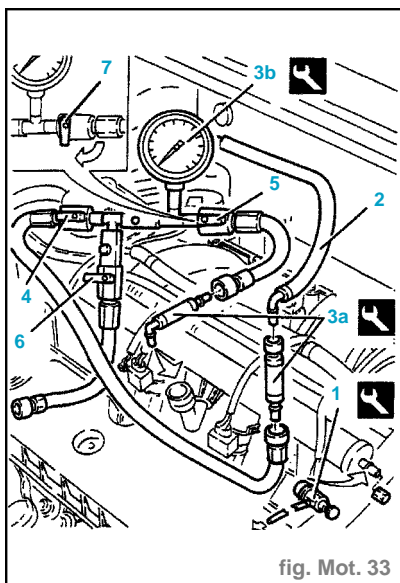

fig. Mot. 33
- Brancher à la valve de vidange du collecteur de répartition l'outil (1), effectuer la décharge de la pression carburant et enlever l'outil (fig. Mot. 33).